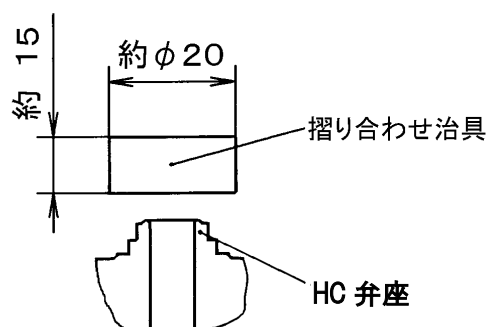

図 12 弁座摺り合わせ治具
(3) HC 弁座(35)の当り面に磨耗や損傷がないか点検し、必要なら摺り合わせをします。軟鋼材などで、図 12 のような摺り合わせ治具を準備しておきますと弁座の摺り合わせができます。研磨剤は#1500 をグリースで練ったものが適当です。